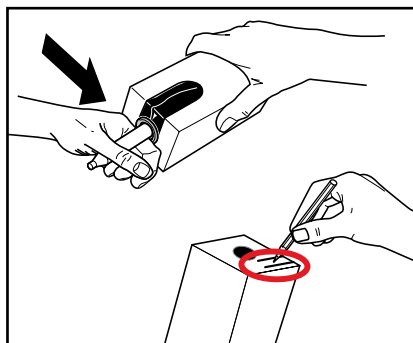

Bild 19
4. Ta bort plasten runt produktförpackningen och skriv upp sista förbrukningsdatumet för öppnad produktförpackning på förpackningen (bild 19).
5. Öppna doseringsenheten enligt anvisningarna på produktförpackningen (bild 19).